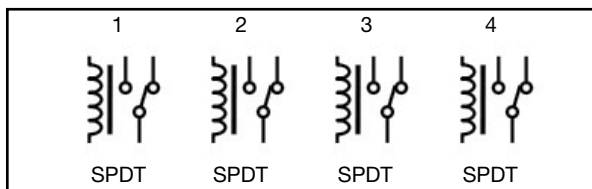

Figure 2.
5. La configuration de sortie par défaut de la nouvelle carte de relais est définie en quatre relais SPDT (voir la figure 2) indépendamment contrôlés.